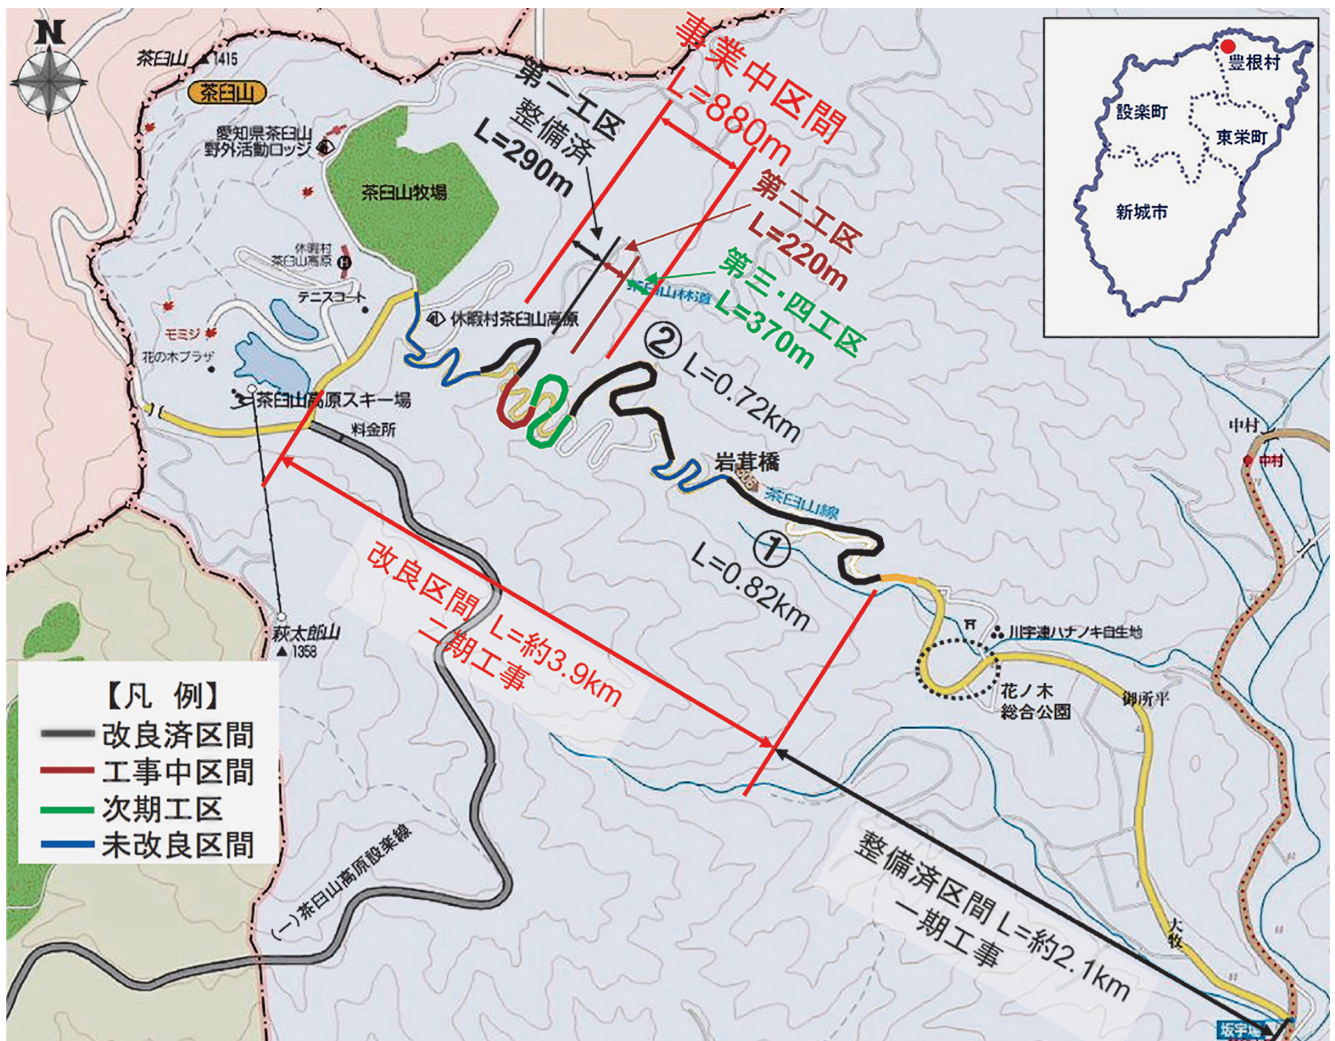

図2 道路改良の状況
本路線の改良工事は、供用開始を行った時期と幅員構成の違いで、一期工事と二期工事の2つに分ける事ができます(図2)。
二期工事区間では、一期工事と二期工事の境から山頂に向かって工事を開始し、これまでに、図2の①区間（ $L=0.82\text{km}$ ）を平成10年6月に、図2の②区間（ $L=0.72\text{km}$ ）を平成16年12月に、それぞれ供用開始を行っています。
現在は、図2に示す $L=0.88\text{km}$ 区間において改良工事を進めています。この区間は、つづら折りの線形が続き、縦断勾配も厳しい地形の中、早期に効果を得る事を目的に、山頂側から工区を4つに分け、